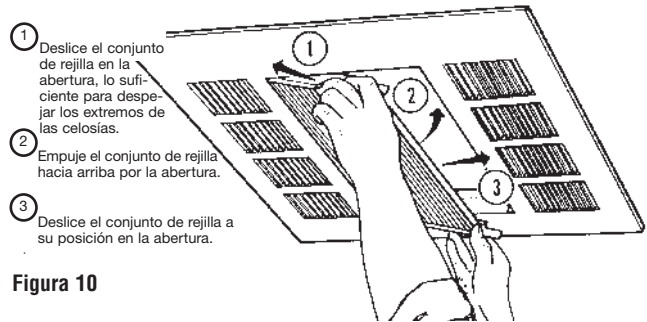

Figura 10
- Mientras sostiene el conjunto con ambas manos, encaje un lado del conjunto en la abertura del gabinete y deslice este lado hacia adentro a la vez que encaja el lado opuesto en el gabinete (Vea la Figura 10). Deslice el conjunto en su posición de manera que la porción inferior de cada guía quede bloqueada en la abertura.